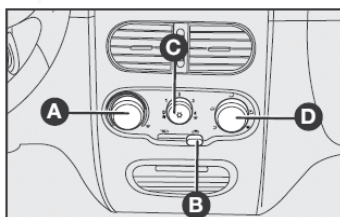

fig. 68
CONTROLES - fig. 68
- 1) Control para la temperatura del aire A-fig. 68 totalmente localizado a la izquierda.
- 2) Palanca del ventilador C-fig. 68: localizado en la velocidad máxima.
- 3) Control para la distribución del aire D-fig. 68 indicador en , para controlar que todas las salidas de aire estén abiertas.
4) Conecte el aire acondicionado abriendo el selector C-fig. 68.
El aire acondicionado es muy útil para acelerar el desempañamiento porque deshumedece el aire. Es suficiente ajustar los controles para la función de desempañamiento, y activar el aire acondicionado, presionando el botón C-fig. 68.
- 1) Botón del aire conectado C-fig. 68.